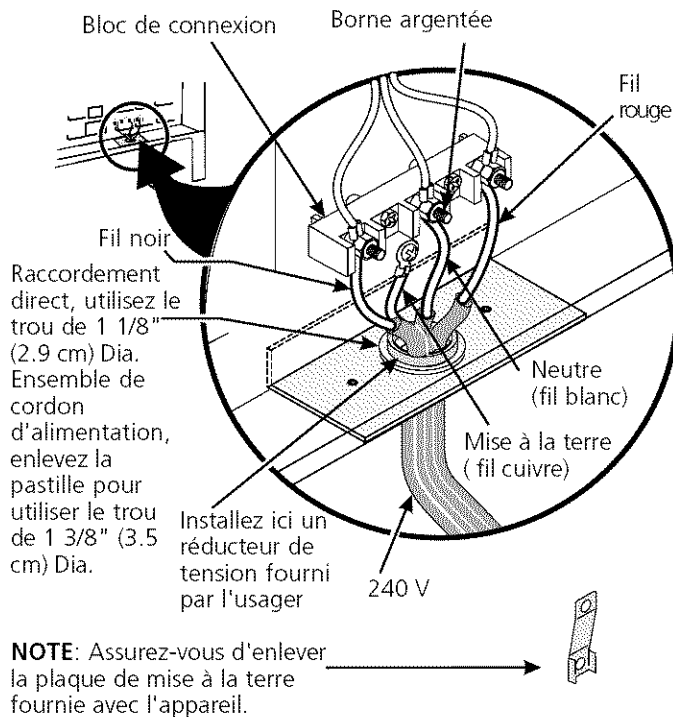

Figure 5
Dans les maisons mobiles (États-Unis), les nouvelles installations, les véhicules récréatifs ou tout autre endroit où les codes locaux interdisent la mise à la terre au moyen du conducteur neutre, un cordon d'alimentation de 4 conducteurs d'un minimum de 125/250 volts, 40 ampères et certifié pour l'utilisation avec cuisinière doit être utilisé (voir Figure 5).
4. Branchez le fil de mise à la terre (vert) du cordon d'alimentation cuivré, au châssis de l'appareil avec la vis de mise à la terre, à l'aide du trou dans le châssis à l'endroit où la bande de mise à la terre a été enlevée (voir Figure 5).